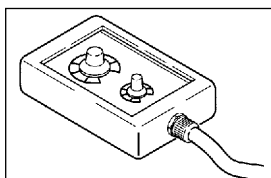

Fig. 8
2.2.4 Fjärrkontroll RC07 för MIG/MAG-svetsning (Fig. 8)